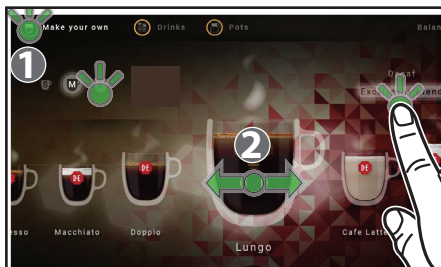

Fig. 4.5 - Valg for "Lag din egen"
1. Trykk på "Lag din egen" (1) på berøringsskjermen når automaten er i leveringsmodus (fig. 4.5).
- **DE ØNSKEDE DRIKKENE (2)** - flytt drikken du har valgt til midten på skjermen (fig. 4.5)
- **DRIKKESTØRRELSE** - trykk på L(iten), M(edium), eller S(tor) (fig. 4.5)
- **INGREDIENSER** - Blandingsvalg kan brukes i spesielle dispenserkonfigurasjoner med to kaffeblandinger. (fig. 4.5)